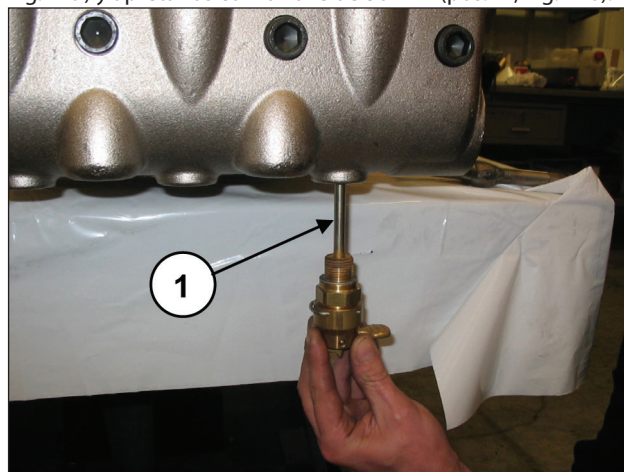
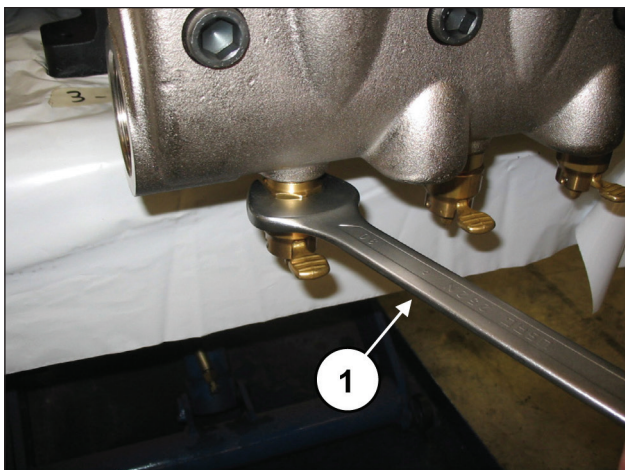

Fig. 119
Fig. 120
Aplicar los dispositivos de apertura de las válvulas (pos. ①, Fig. 119) y apretarlos con la llave de 30 mm (pos. ①, Fig. 120).